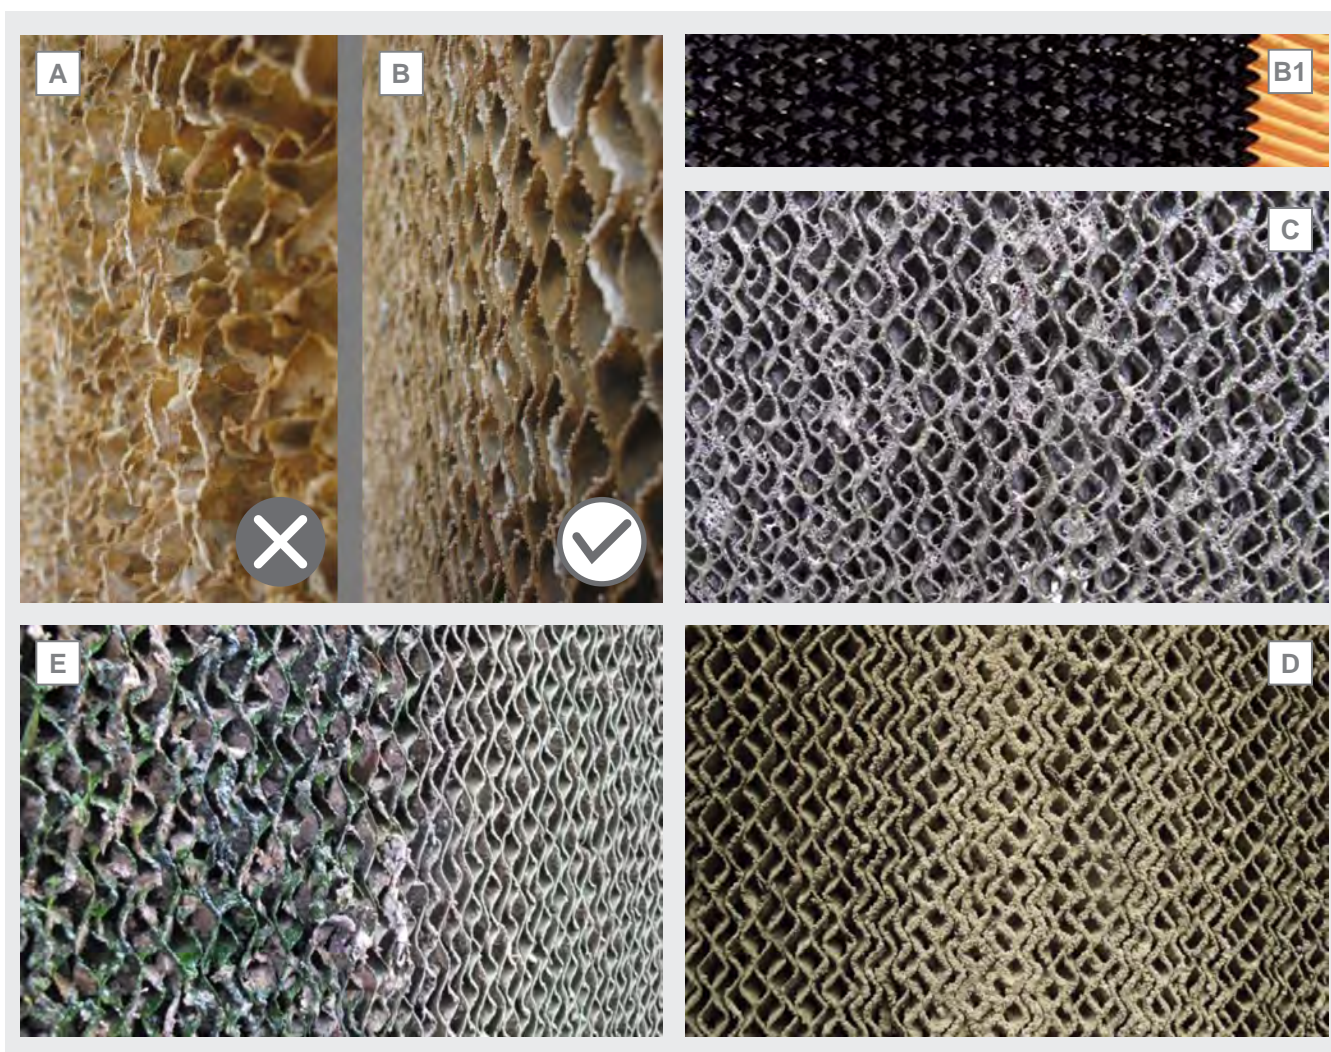

Figura 19
- 12.11.4 Se usurati, incrostati con calcare o sporcizia di diversa natura, i pannelli di cartone vanno sostituiti per non compromettere le prestazioni del modello. Contattare Modine se necessario. Smaltire i cartoni usurati come da normativa vigente. Si veda la Figura 19 A come esempio di pannello usurato da sostituire, la Figura 19 B come esempio di pannello in buone condizioni. Si veda la Figura 19 C come esempio di pannello che necessita di essere pulito (pulizia ordinaria). Qualora richiesto, i pannelli possono essere dotati di un trattamento superficiale che sfavorisce l'adesione di biofilm e dei sali precipitati: il trattamento superficiale può influire positivamente sui tempi di manutenzione dei pannelli, sulla loro durata nel tempo e facilitare le operazioni di pulizia. Si veda la Figura 19 B1.
12.11.16 Nel caso di un pannello incrostato con depositi di calcare o silicati (si veda la Figura 19 D) o con formazioni di alghe o colonie batteriche (si veda la Figura 19 E) si può procedere come segue: sciacquare il pannello con acqua a bassa pressione e passare la superficie con una spazzola a setole morbide. Risciacquare il pannello con acqua a bassa pressione.